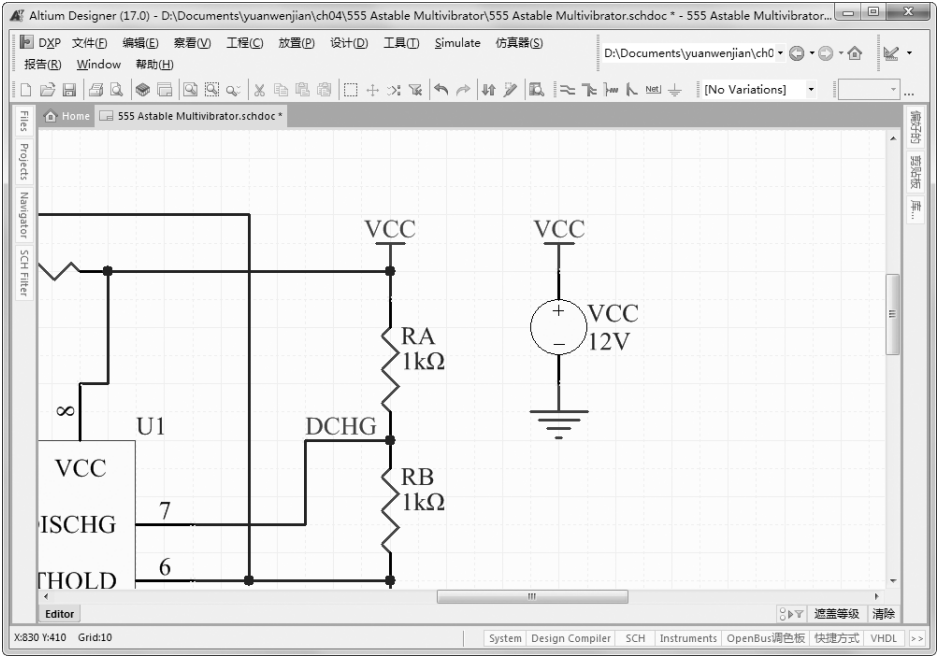

图 4-4 区域放大
(3) 区域：该命令是把指定的区域放大到整个窗口中。在启动该命令后，要用鼠标拖出一个区域，这个区域就是指定要放大的区域，如图 4-4 所示。